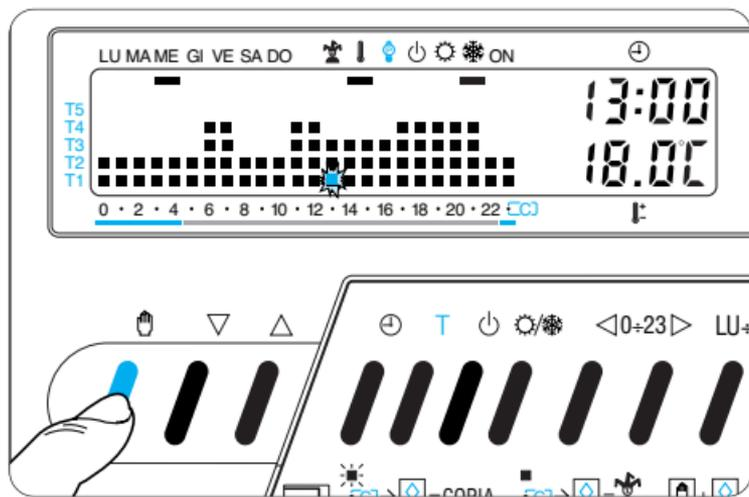

Fig. 52
**Nota.** Per ritornare in funzionamento AUTOMATICO prima dello scadere del tempo programmato azzerare il contatore premendo il pulsante  (fig. 52).